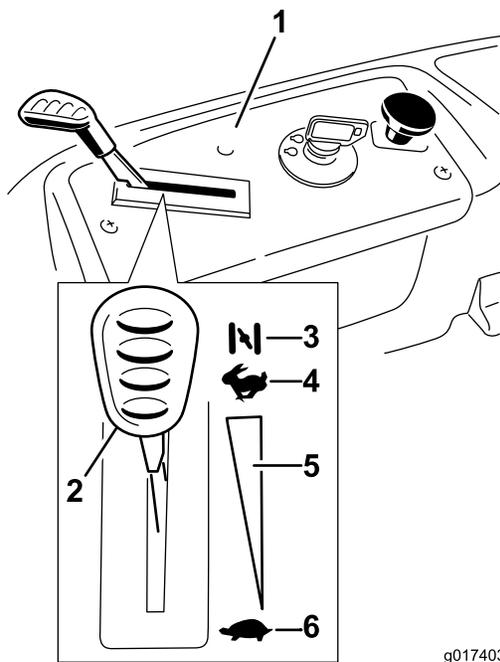

Figura 12
3. Mueva la palanca del acelerador a la posición Estárter antes de arrancar el motor si éste está frío (Figura 12).
- Cuando el motor arranque, mueva el acelerador a la posición Rápido (Figura 12). Si el motor se cala o funciona irregularmente, vuelva a colocar el acelerador en Estárter durante unos segundos. Repita este procedimiento tantas veces como sea necesario.
3. Gire la llave de contacto a la posición de Desconectado (Figura 12) y retire la llave.